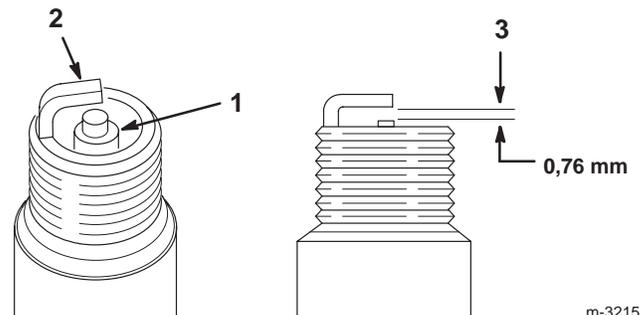

Figure 50
1. Inspectez le centre des bougies (Fig. 50).
2. Contrôlez l'écartement entre les électrodes centrale et latérale (Fig. 50) et pliez l'électrode latérale si l'écartement est incorrect.